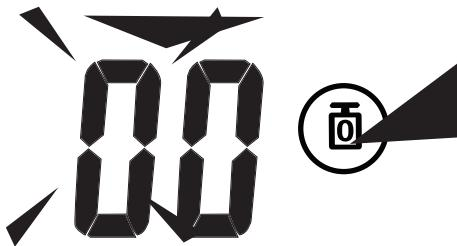

Рис. 9
- 1 Предельное значение веса отображается в правом верхнем углу дисплея (1);
- 3 При превышении выбранного Вами предельного значения веса индикатор установленного предельного значения веса (4) будет мигать красным цветом.
- Нажмите на кнопку  (2) и удерживайте ее до тех пор, пока не замигает первая цифра предельного значения веса (10) (Рис. 9);